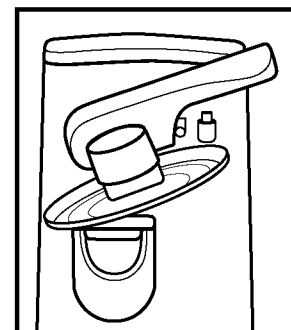

Figura 4
- 6 Para liberar la lata, sosténgala firmemente con una mano y levante la palanca usando la otra mano. El levantador de tapa magnético retendrá la tapa como se muestra en la figura 4.